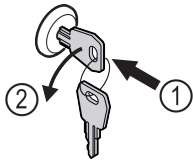

Fig. 131
- ▶ Sleutel erin duwen. Fig. 131 (1)
- ▶ Sleutel 90° linksom draaien. Fig. 131 (2)